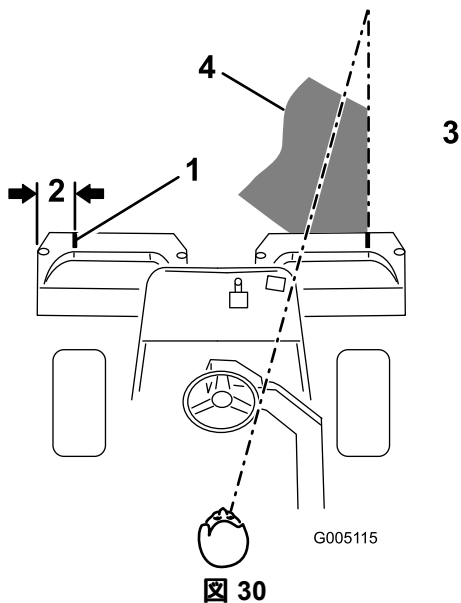
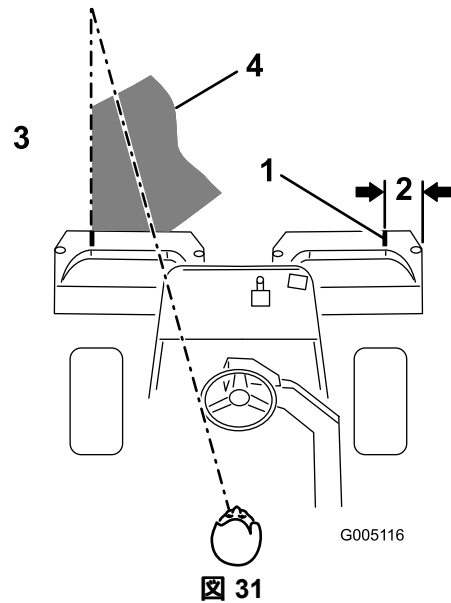

図 30
図 31
2. その位置に白色テープか白ペンキで集草箱の縁と平行に目印を入れる図 30。
- 行きと帰りでのオーバーラップができるだけ小さくなるように運転します。グリーン内をぶれずにきれいに直進し、刈り込みの済んだ列との距離を一定に保って走るためには、車体前方 1.8 から 3 m のところに視線を置いて、刈り込み済みの済んでいる列にラインを合わせるようにするのがコツです(図 30 および図 31)。ハンドルを目印にして距離を合わせても良いでしょう。その場合、ハンドルの縁と本機前方の目標ラインとを重ねて見ながら運転します(図 30 と図 31)。